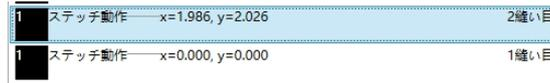

図 5. 7. 3b コマンドセグメントの選択
②「↑」または「↓」ボタンをクリックすると、コマンドセグメントがそれに応じて1セグメント上下します。図 5. 7. 3c に示すように、上への移動を例に挙げます。